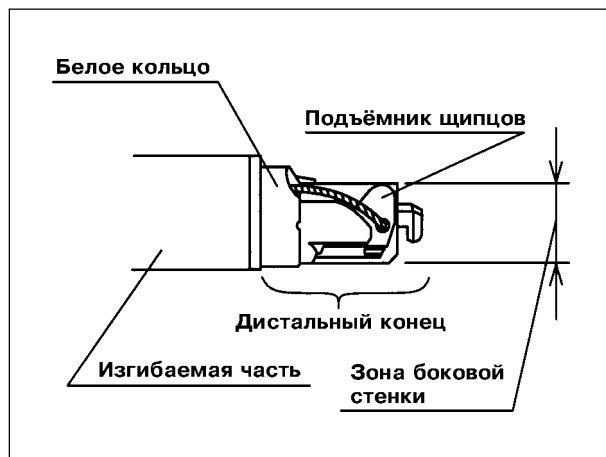

Рис. 3.11
1. Удерживая изгибаемую часть прямо, поворотом рычага управления установите подъёмник щипцов в таком положении, чтобы он не выходил за пределы зоны боковой стенки дистального конца, как это показано на рис. 3.11.